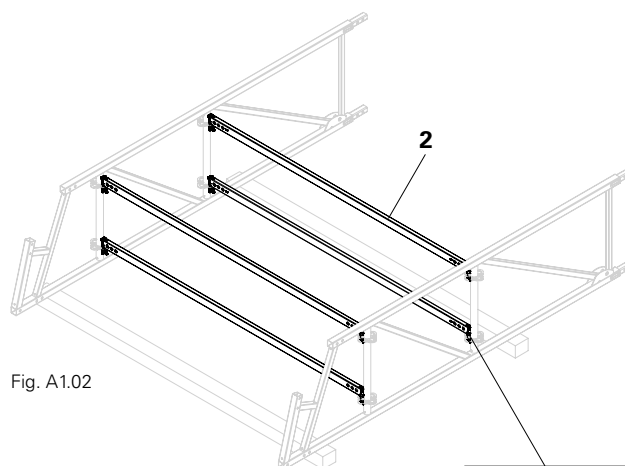

Fig. A1.02
2. Hæng horisontaler (**2**) på begge sider med kilehoved og kile (**2.1**) i rosetten (**1.1**). (Fig. A1.02)